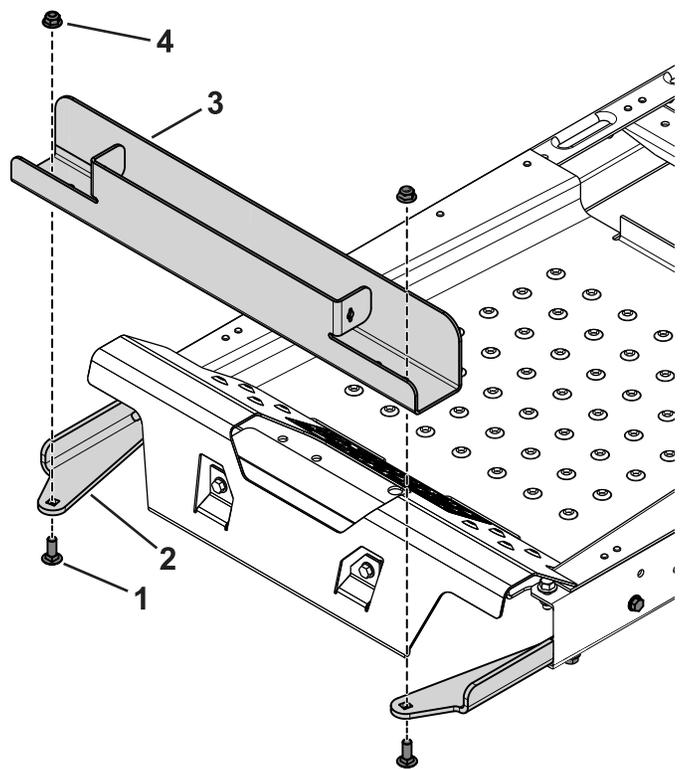

Figure 4
3. Fixez le logement de masse sur les supports à l'aide des 2 boulons de carrosserie (3/8" x 1") et des écrous à embase (Figure 4).